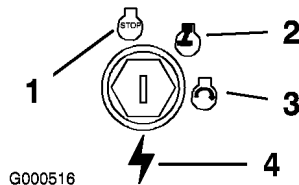

Figure 9
- Tournez la clé de contact en position Contact coupé (Figure 9).